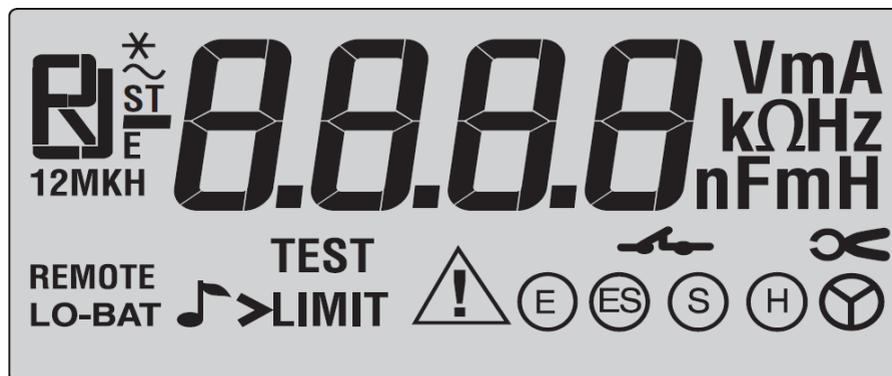

Рисунок 3. Дисплей
- Дисплей (рис. 3): 4-разрядный (макс. отображаемое число 2999) – 7-сегментный жидкокристаллический дисплей, высота разряда 18 мм, с дополнительными символами и активной подсветкой.